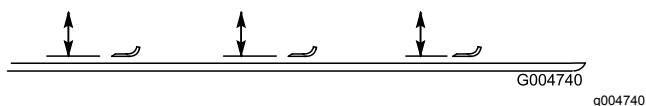

Figura 109
2. Rode a lâmina até que a extremidade fique virada para a frente e para trás e meça entre o interior da plataforma do cortador e a parte cortante na zona dianteira da lâmina (Figura 109).